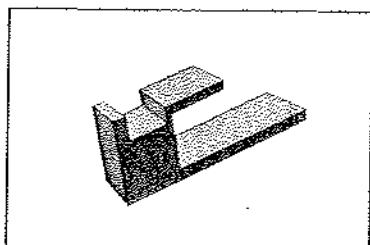

fig.4
- Accessoire voor beperking regelbereik of blokkering van de geprogrammeerde temperatuur = code 000071 (fig.4)
- Accesorio para limitar el campo de ajuste o bloqueo de la temperatura establecida = cód. 000071 (fig.4)